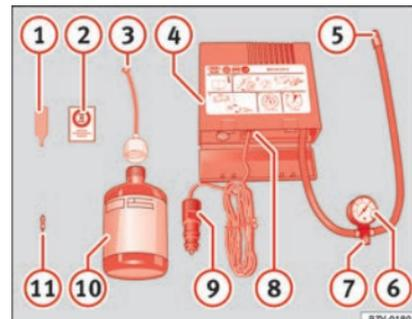

Fig. 50
- Desenrosque la caperuz y el obús de la válvula del neumático. Utilice el aparato » fig. 50 ① para extraer el obús. Colóquelo en una superficie limpia.
- Agite con fuerza la botella de sellante de neumáticos » fig. 50 ⑩.
- Enrosque el tubo de inflado » fig. 50 ③ en la botella de sellante. El precinto de la botella se romperá automáticamente. »
- Retire el tapón del tubo de llenado »» fig. 50 (3) y enrosque el extremo abierto del tubo en la válvula del neumático.
- Vuelva a colocar el obús con el aparato »» fig. 50 (1) en la válvula del neumático.
- Enrosque el tubo de inflado del neumático del compresor »» fig. 50 (5) en la válvula del neumático.
- Compruebe que el tornillo de evacuación de aire está cerrado »» fig. 50 (7).
- Acople el conector »» fig. 50 (9) a toma de corriente de 12 voltios del vehículo »» ícono pág. 122.
- Conecte el compresor de aire con conmutador ON/OFF »» fig. 50 (8).